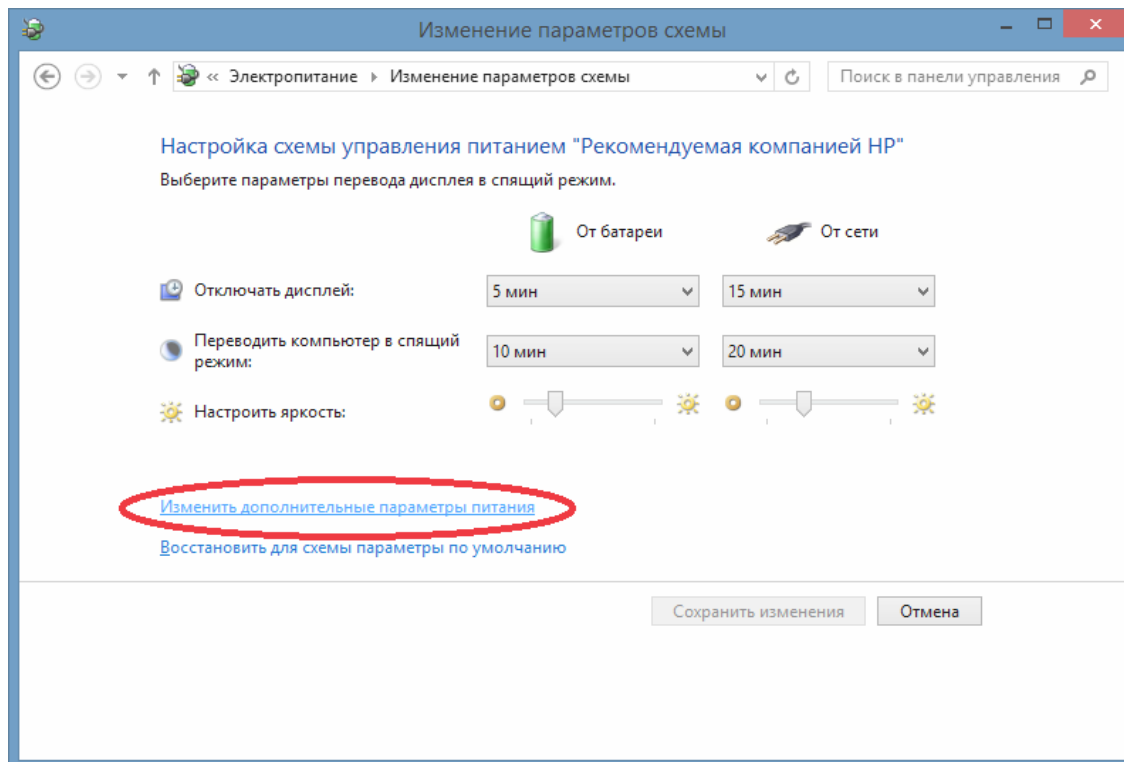

Рисунок 16
3) в окне «Изменение параметров схемы» нажать ссылку «Изменить дополнительные параметры питания» (Рисунок 16);